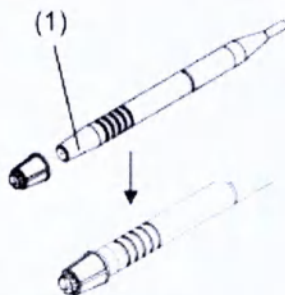

Рисунок 1
1) Примените среду для защиты роговицы и т. д. к контактной секции (1) датчика биометрии и покройте датчик принадлежностью для погружения (Рисунок 1).
2) Поместите среду для защиты роговицы (2) в ванночку на конце принадлежности для погружения.